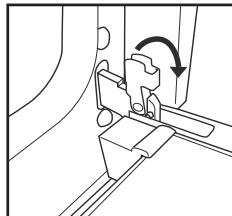

Fig. 1
2. Loft låsene på hængslerne, og skub dem fremad så langt som muligt (Fig. 1).